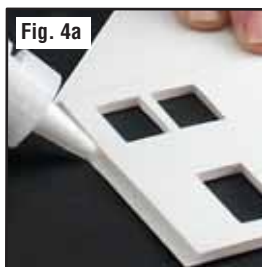
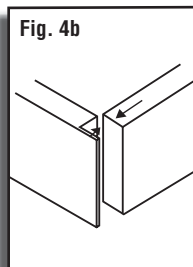
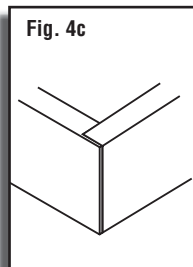

Fig. 4a
Fig. 4b
Fig. 4c
- Add glue in notches (Fig. 4a).
- Assemble all walls (Fig. 4b and Fig. 4c).
BASIC GEBÄUDE-SCHRITTE wählen die Beschaffenheit für Ihr Gebäude, bevor Sie anfangen, aus Wänden zu schneiden oder bevor sie Wände für Versammlung einkerben. Die korrekte Zeit, Beschaffenheit zu addieren hängt von der Struktur ab, die Sie bilden. Schritt 1. ZEICHNEN Sie UND SCHNEIDEN Sie GEBÄUDE-MUSTER Betraummuster auf Projekt-Brett. Schneiden Sie heraus errichtende Wände. Schritt 2. SCHNEIDEN Sie WINDOWS UND TÜREN schneiden die Gebäudewände, die Fenster und die Türen aus (Fig. 2a). Für eingehängte Türen oder Blendenschlösser: schneiden Sie drei Seiten Tür oder Blendenschluß vollständig durch (Feige 2b). Schneiden Sie, die letzte Seite aber lassen Sie die untere Papierschicht angebracht. Stellen Sie sicher, vollständig zu schneiden durch. Wenden Sie Brett um, um Ihren Schnitt zu sehen. Schritt 3. KERBE WANDE FÜR VERSAMMLUNG schnitten Kerben an innerhalb beider Enden der vorderen Wand und der rückseitigen Wand des Errichtens für ordentliche, einfache Versammlung. Maß 1/8" von der Seite und von der Kerbe durch obere Papierschicht, durch den Schaumgummi, stoppend vor Ihnen gelangen an das untere Papier (FIGS. 3a und 3b). Von der Seite zählen Sie nach rechts über der unteren Papierschicht, um den Schaumgummi zu entfernen (Fig. 3c). Sie haben ein "L" Form auf der Ecke (Fig. 3d). Schritt 4. BAUEN Sie WANDE hinzufügen Kleber in den Kerben zusammen (Fig. 4a). Bauen Sie alle Wände zusammen (Fig. 4b und Fig. 4c). Schritt 5. FÜGEN Sie DACH Schnittdach vom Projekt-Brett hinzu. Schneiden Sie "V" Kerbe, um Taktabstand vom Dach zu bilden (Fig. 5a). Verbiegen Sie Dachinneren an der Kerbe (Fig. 5b). Kleben Sie Dach zum Gebäude (Fig. 5c und 5d). Wenn Sie benötigt werden, sichern Sie Gebäude mit Gummiband
Les ÉTAPES de BÂTIMENT de BASIC choisissent la texture pour votre bâtiment avant que vous commenciez à couper des murs, ou avant d'entailer des murs pour l'assemblée. L'heure appropriée d'ajouter la texture dépend de la structure que vous faites. Etape 1. DESSINEZ ET COUPEZ le modèle d'aspiration de MODELE de BÂTIMENT sur le conseil de projet. Coupez les murs de bâtiment. Etape 2. COUPEZ WINDOWS ET LES PORTES coupez les murs de bâtiment, les fenêtres et les portes (fig. 2a). Pour les portes ou les obturateurs articulés : coupez trois côtés de porte ou de obturateur complètement (figure 2b). Coupez le dernier côté mais laissez la couche de papier inférieure attachée. Veillez à couper complètement. Faites tourner le conseil pour voir votre coupe. Etape 3. LES MURS D'ENTAILLE POUR L'ASSEMBLEE ont coupé des entailles dessus à l'intérieur de des deux extrémités du mur avant et du mur arrière de la construction pour l'assemblée ordonnée et facile. La mesure 1/8" du côté et des points par la couche de papier supérieure, par la mousse, s'arrêtant avant vous obtiennent au papier inférieur (figs. 3a et 3b). Du côté, marquez bien au-dessus de la couche de papier inférieure pour enlever la mousse (fig. 3c). Vous aurez un "L" forme sur le coin (fig. 3d). Etape 4. ASSEMBLEZ LES MURS ajoutent la colle dans les entailles (fig. 4a). Assemblez tous les murs (fig. 4b et fig. 4c). Etape 5. AJOUTEZ le toit de coupe de TOIT du conseil de projet. Coupez l'entaille de "V" pour faire le lancement du toit (fig. 5a). Pliez l'intérieur de toit à l'entaille (fig. 5b). Collez le toit au bâtiment (fig. 5c et 5d). Si nécessaire, fixez le bâtiment avec une bande élastique.
Los PASOS del EDIFICIO del BASIC eligen la textura para su edificio antes de que usted comience a cortar las paredes, o antes de hacer muescas en las paredes para la asamblea. La época apropiada de agregar textura depende de la estructura que usted está haciendo. Paso 1. DIBUJE Y CORTE el patrón del drenaje del PATRÓN del EDIFICIO en tablero del proyecto. Corte las paredes del edificio. Paso 2. CORTE WINDOWS Y LAS PUERTAS cortan las paredes del edificio, las ventanas y las puertas (fig. 2a). Para las puertas o los obturadores con bisagras: corte tres lados de puerta o de obturador completamente (figo 2b). Corte el lado pasado pero deje la capa de papel inferior unida. Cerciórese de cortar completamente. Dé la vuelta al tablero para ver su corte. Paso 3. Las PAREDES de la MUESCA PARA LA ASAMBLEA cortaron muescas encendido dentro de ambos extremos de la pared delantera y de la pared trasera de la construcción para la asamblea aseada, fácil. La medida 1/8" del lado y de la cuenta con capa de papel superior, a través de la espuma, parando antes de usted consigue al papel inferior (figs. 3a y 3b). Del lado, anote a la derecha sobre la capa de papel inferior para quitar la espuma (fig. 3c). Usted tendrá un "L" forma en la esquina (fig. 3d). Paso 4. MONTE LAS PAREDES agregan el pegamento en las muescas (fig. 4a). Monte todas las paredes (fig. 4b y fig. 4c). Paso 5. AGREGUE la azotea del corte de la AZOTEA del tablero del proyecto. Corte la muesca de "V" para hacer la echada de la azotea (fig. 5a). Doble el interior de la azotea en la muesca (fig. 5b). Pegue la azotea al edificio (fig. 5c y 5d). Si está necesitado, asegure el edificio con la goma.